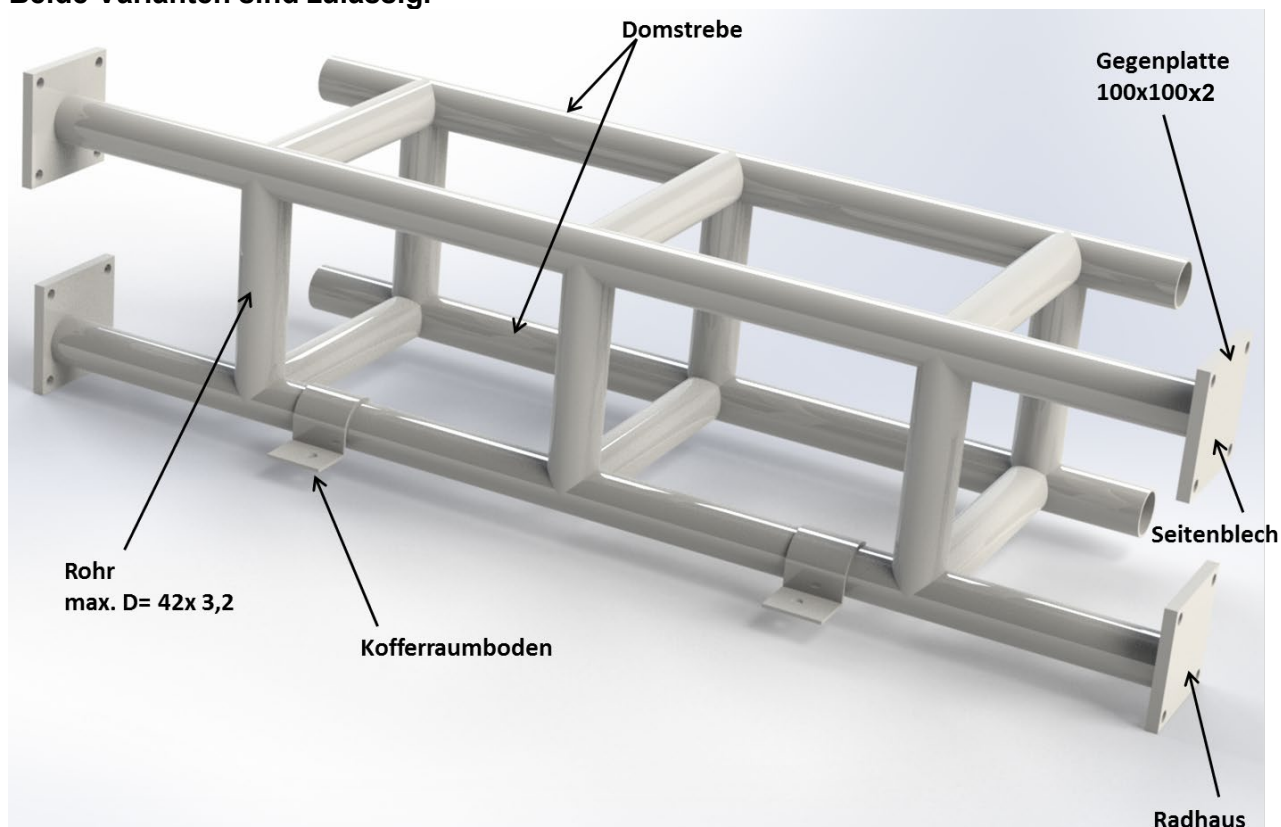

Bild 5
- Zusätzlich dürfen in den hinteren Radkästen gebogene Rohre mit einer Stärke von max. 42 mm Durchmesser und einer Wandstärke von 3,2 mm eingeschweißt werden (siehe Bild 5 und 6). Diese Rohre dürfen hinter den Federbein-Domen mit dem hinteren Rahmen verbunden werden. Hierfür gibt es 2 Varianten. Variante A sieht die Verbindung mit der unteren Querstrebe des hinteren Rahmens vor (Siehe Bild 5), Variante B sieht die Verbindung mit der oberen Querstrebe
des hinteren Rahmens vor (Siehe Bild 5). Die Domstrebe darf mit diesen Rohren verbunden werden.